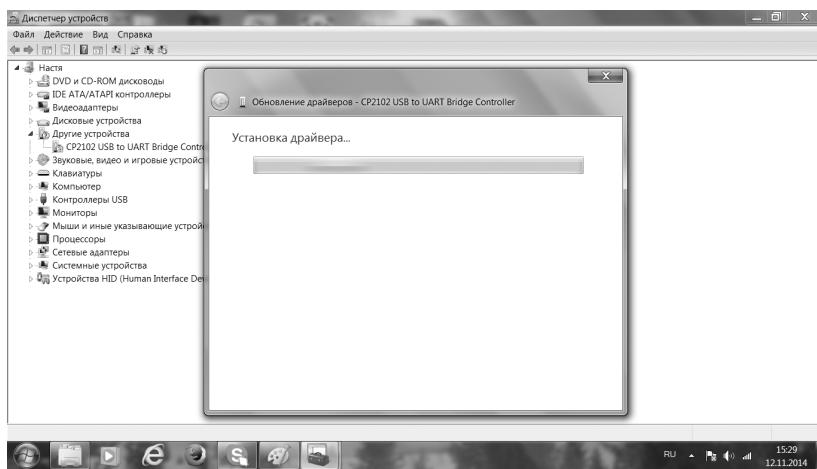

Рис. 12
3.10. Начнется установка драйвера толщинометра (рис.12).